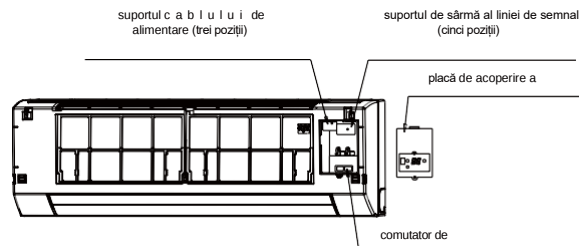

Fig. 7-2
- Conectați individual cablul de alimentare și linia de semnal, reglați comutatorul dial. (Consultați Fig 7-2)